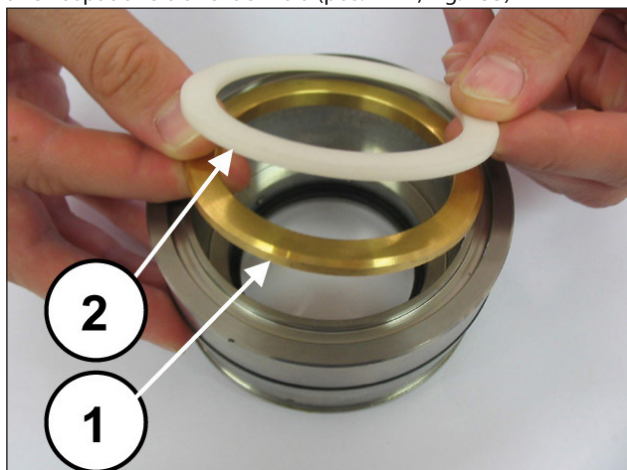
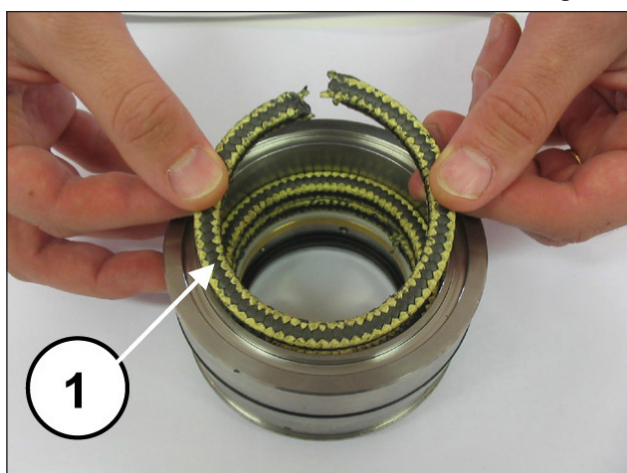
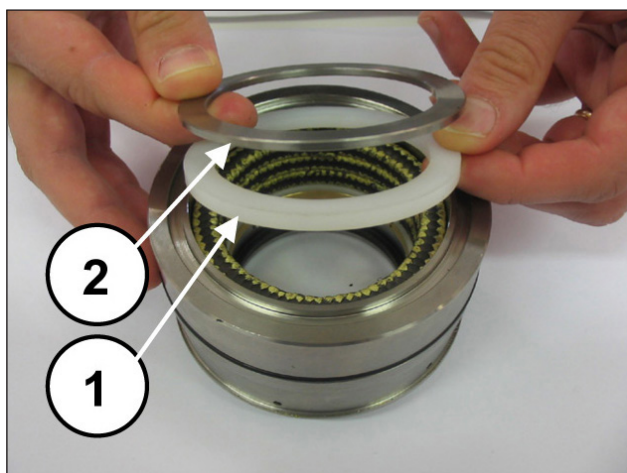

Fig. 153
Fig. 154
Fig. 155
Monte o anel de suporte e o anel anti-extrusão (pos. ①②, Fig. 153), os 3 anéis de vedação KC, tomando cuidado para que as ranhuras fiquem a 120° de distância (pos. ①, Fig. 154), o anel raspador e o anel de mola (pos. ①②, Fig. 155)